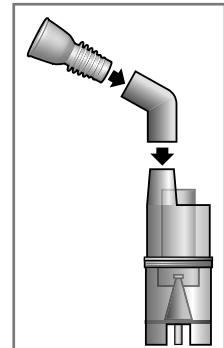

Рис. 2
5. Присоедините мундштук для ингаляции к разъему в верхней части небулайзера (рис. 2). В зависимости от типа ингаляции, используйте либо мундштук, либо насадку для носа, либо маску.